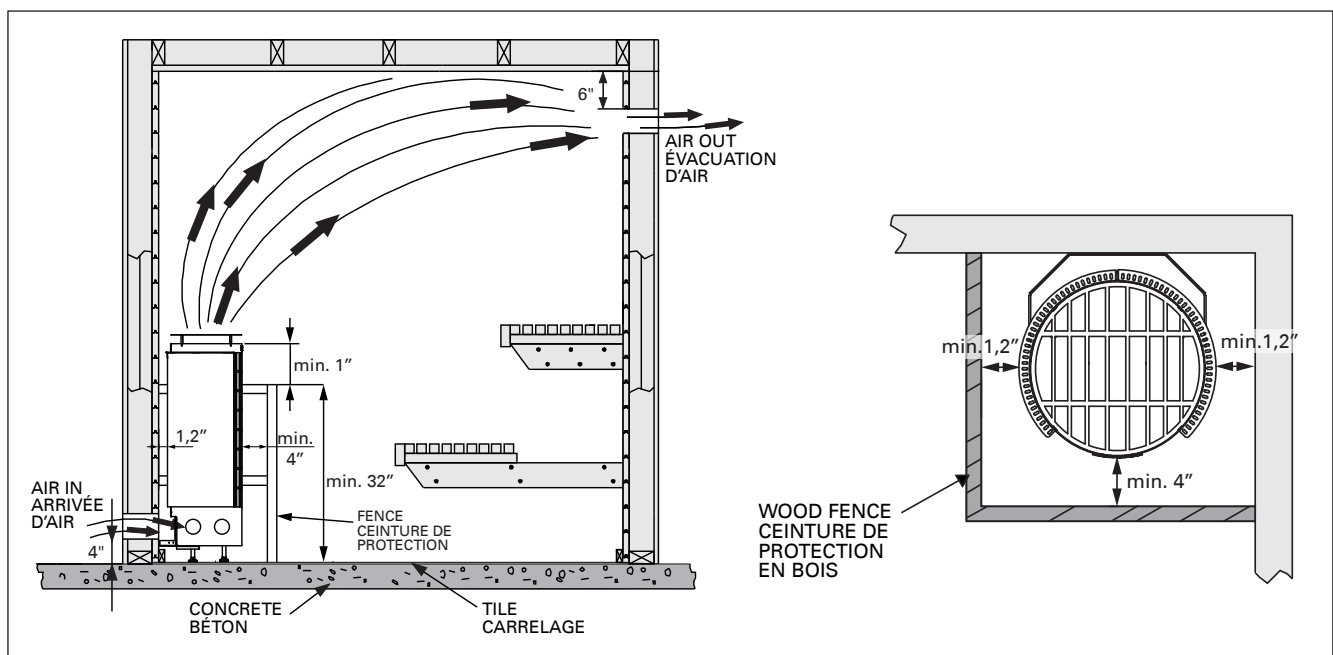

Figure 4. Ventilation de la cabine de sauna et dégagements min. entre la paroi et la ceinture de protection
opposée (si possible) à 6" (150 mm) du plafond ou à une hauteur minimale de 24" (600 mm) du plancher. Les bouches d'aération doivent être réglables et permettre de renouveler l'air 5 fois par heure. Le sauna doit être équipé du système d'aération requis par les autorités locales. Figure 4.
Les distances de sécurité minimales sont décrites sur la figure 4 et 5.
- Sortez le poêle du carton et posez-le à un emplacement approprié dans la cabine du sauna. Respectez les dégagements indiqués dans les figures 4 et 5. Après le raccordement final, l'électricien doit fixer le poêle au plancher avec plusieurs vis ou boulons.